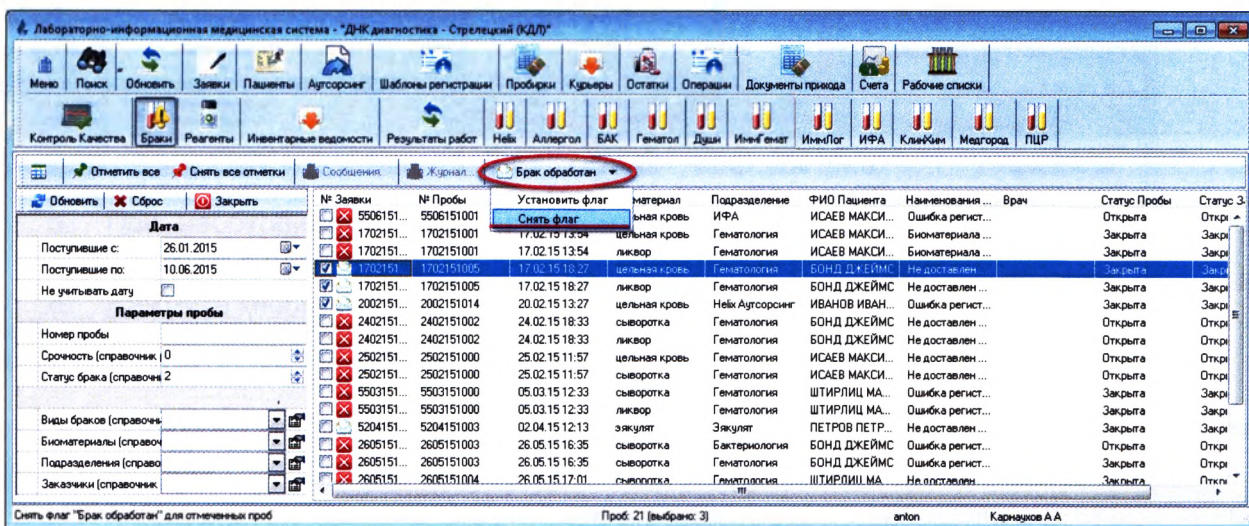

Рисунок 7.17
3. Чтобы снять установленный флаг, нажмите кнопку «Брак обработан» и из выпадающего списка выберите пункт «Снять флаг» (Рисунок 7.17):